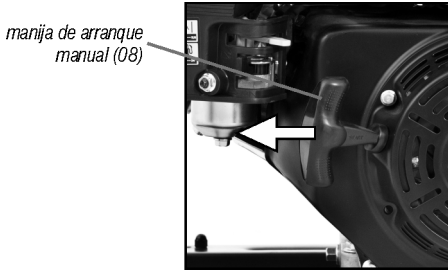

Fig. 22 – Manípulo de arranque
- Puje el manipulador de arranque manual (fig. 22) hasta sentir una resistencia y en seguida pújelo fuertemente para dar arranque en el motor;